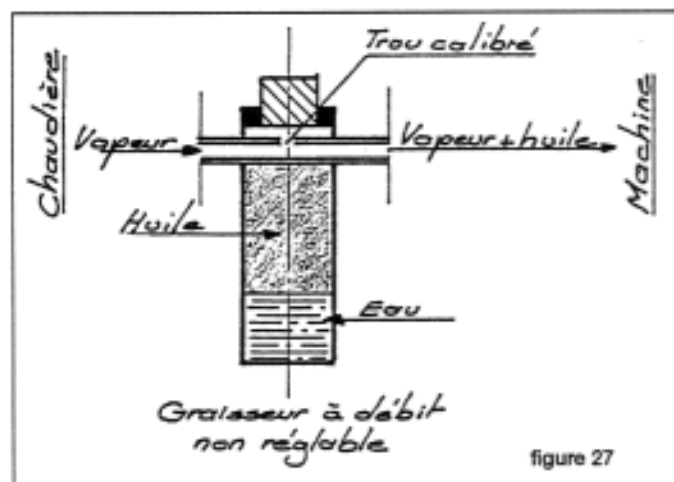

figure 27
- Placer un **graisseur à déplacement** sur le tuyau d'alimentation en vapeur à proximité immédiate de la machine (fig. 27). C'est un système simple très répandu sur nos modèles à vapeur non surchauffée et à échelle relativement réduite. Il fonctionne par condensation d'une infime partie de la vapeur destinée au moteur et par la différence de densité existant entre l'eau et l'huile. Dans ce type de graisseur, on utilise une huile non détergente de viscosité élevée ne se décomposant pas à la température d'utilisation. Attention aux «huiles de chauffe», réservées aux températures élevées donc aux pressions élevées qui ont une